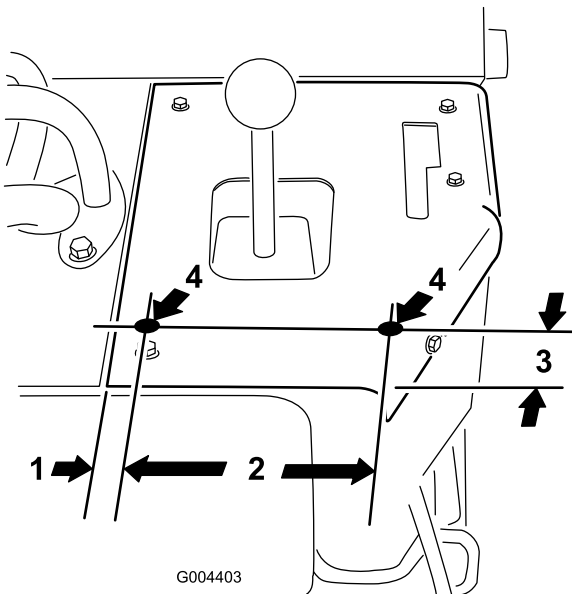

Bild 8
2. Bohren Sie zwei Löcher (mit einem Durchmesser von 3/8") in das Bedienfeld unter dem Hubarmhebel (**Bild 8**).